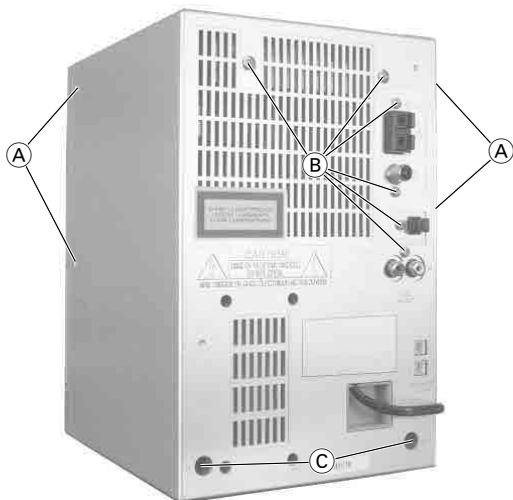

Fig. 1
- 4 Schrauben (A), 6 Schrauben (B) und 2 Schrauben (C) (Fig. 1) herausdrehen.
- Undo 4 screws (A), 6 screws (B) and 2 screws (C) (Fig. 1).